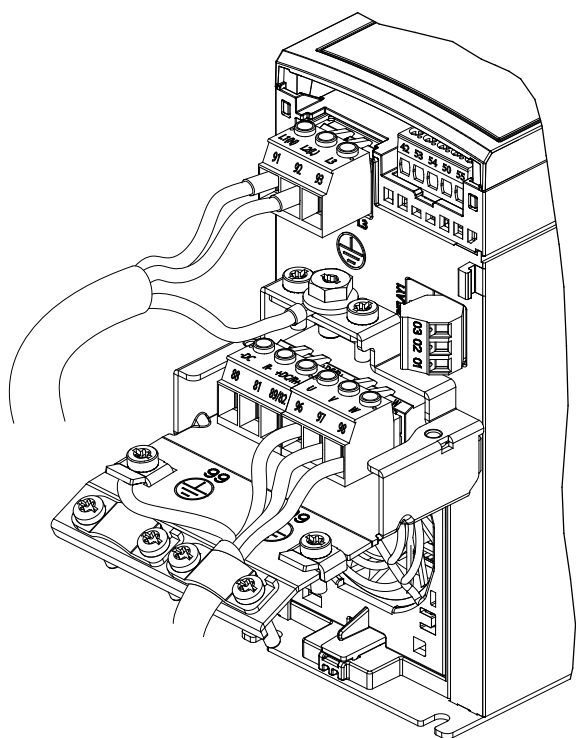
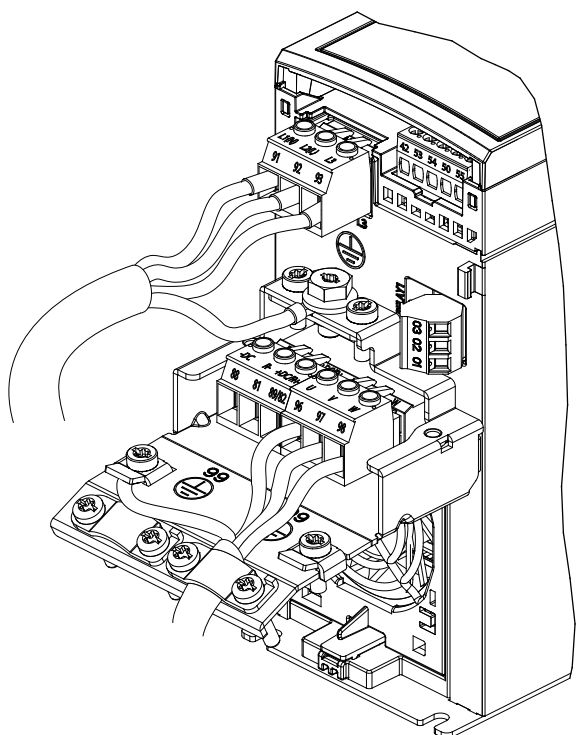

Ilustración 4.6 Conexión a tierra, de red y de motor para unidades monofásicas
Ilustración 4.7 Conexión a tierra, de red y de motor para unidades trifásicas
Las conexiones de red, motor y tierra para convertidores de frecuencia trifásicos y monofásicos se muestran en la *Ilustración 4.6* y la *Ilustración 4.7*, respectivamente. Las configuraciones reales pueden variar según los tipos de unidades y el equipo opcional.
1. Conecte los cables de alimentación de entrada de CA a los terminales N y L en unidades monofásicas (consulte la Ilustración 4.6) o a los terminales L1, L2 y L3 en unidades trifásicas (consulte la Ilustración 4.7).